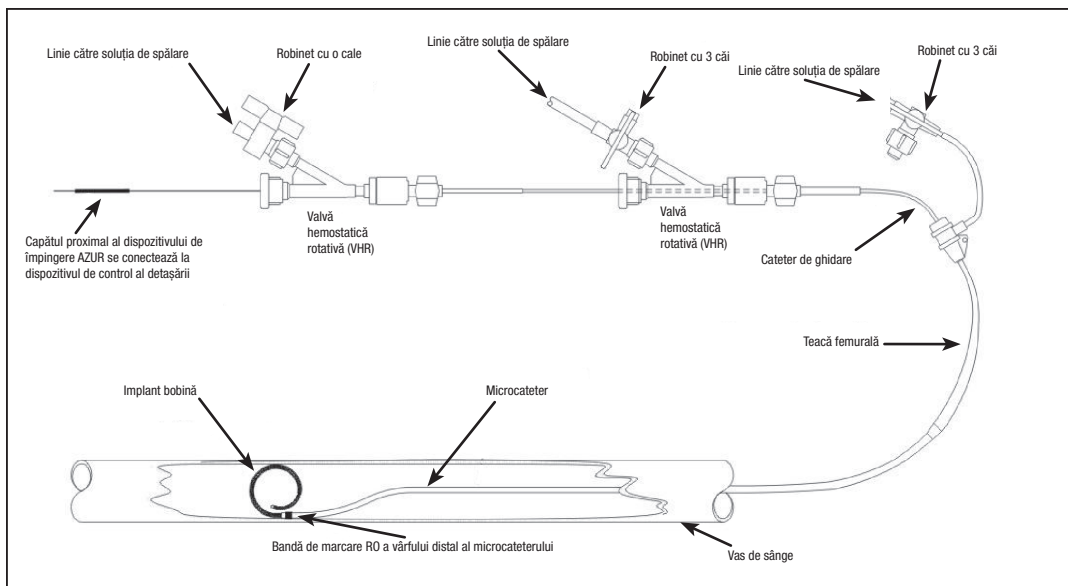

Figura 1 – Diagrama configurației unui sistem AZUR
1. Consultați figura 1 pentru diagrama de configurare.
5. Utilizând proceduri standard de intervenție, accesați vasul de sânge cu un cateter de ghidaj. Cateterul de ghidaj trebuie să aibă un diametru interior (ID) suficient de mare pentru a permite injectarea substanței de contrast în timp ce microcatereturul este în poziție. Acest lucru va permite cartografierea fluoroscopică a traseului în timpul procedurii.